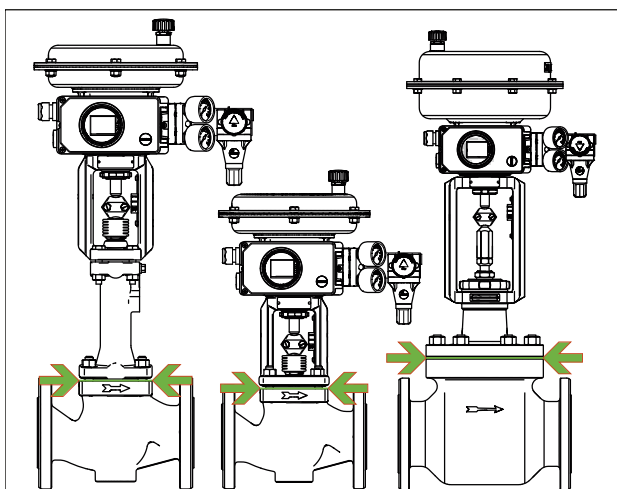

Bild 13: Grenze der Einisolierung von Stellventilen (Beispieldarstellung)
- ⇒ Stellventile nur bis zum Deckelflansch der Ventilgehäuse einisolieren, vgl. Bild 13. Dies gilt auch für Ausführungen mit Balg- oder Isolierteil bei Mediumtemperaturen unter 32 °F (0 °C) oder über 428 °F (220 °C). Wird das Isolierteil mit einisoliert, verliert es seine Funktion!